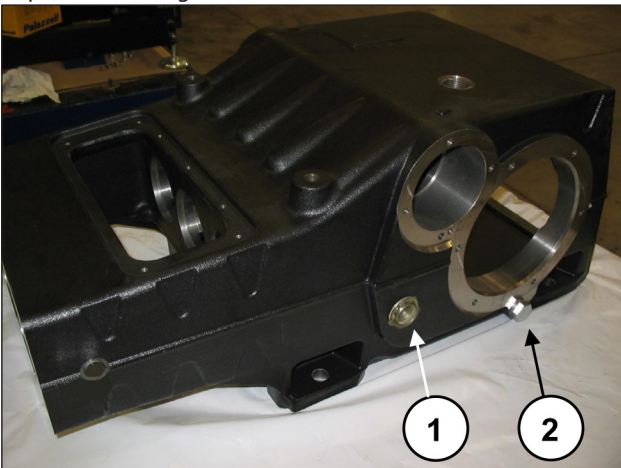

Fig. 47
Remonter les deux témoins de niveau d'huile, les deux bouchons d'évacuation de l'huile et le raccord rapide à 90° (rep. ①, ② et ③ Fig. 47).